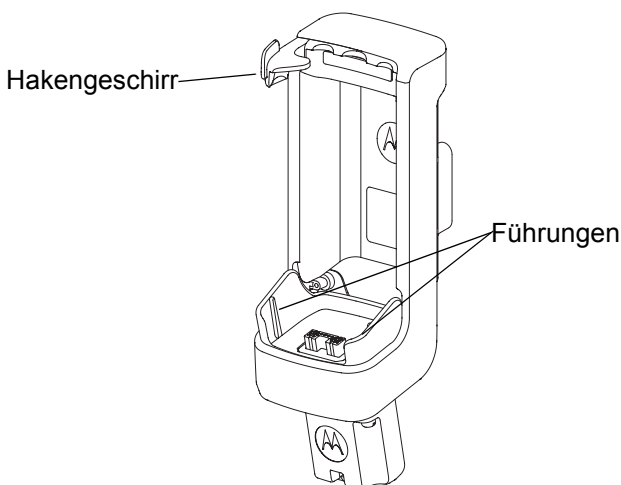

Abb. 1. PMLN6182 Ladegerät mit Kfz-Stromversorgungsmodul.
1. Zum Einsetzen des TETRA-Handfunkgeräts in die Aktivhalterung/den Halter richten Sie die Schlitze an der Unterseite des TETRA-Handfunkgeräts auf die Führungen unten in der Aktivhalterung/dem Halter aus, wie in Abb. 1 unten gezeigt.
1. Drücken Sie den Verschlusshaken zum Lösen im Uhrzeigersinn. (Siehe Abbildung 1 auf Seite 3).